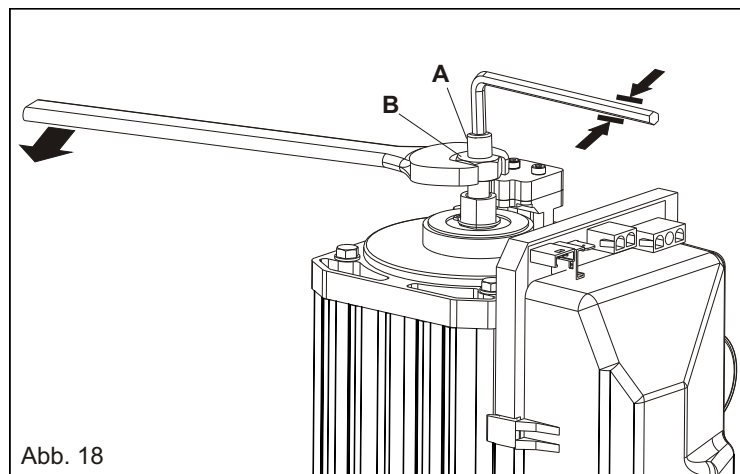

Abb. 18
- Die Kupplungsregulierungsschraube festhalten (A) und dabei die Befestigungsmutter B lockern (Abb. 18).